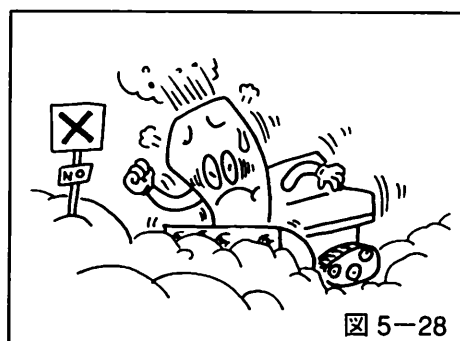

図 5-28
- 機械に一時的に負荷が大きくなりますから、変速レバーを「中立」の位置にすることによって負荷を取り除いてから作業を続けてください。(図5-28参照)